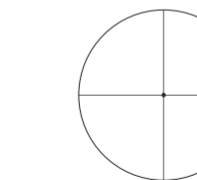
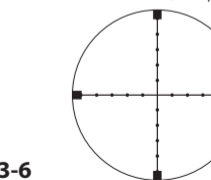

Fig. 3-6
Fig. 3-7
(2) Focalização
- 1 Olhe através da ocular com o olho afastado cerca de 10 cm (4 pol.) para ver o retículo BDC (Fig. 3-4), o retículo Duplex (Fig. 3-5), o retículo Crosshair Fino com Ponto (Fig. 3-6) ou o retículo Mildot (MIL padrão) (Fig. 3-7). Certifique-se de que o olho está posicionado no alinhamento correto e com um alívio de olho (distância entre o olho e a ocular) adequado, caso contrário, a visualização “escurece”.
(3) Ampliação